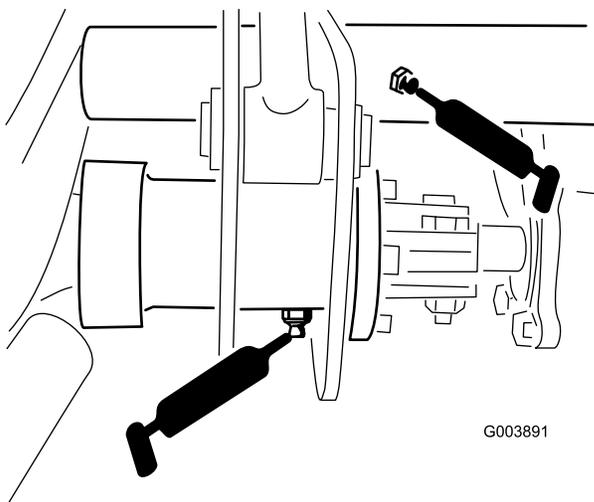

Figure 44
- 5 graisseurs sur les pivots des bras de levage (Figure 44)
- 1 graisseur sur l'embrayage d'arbre de transmission (Figure 44)